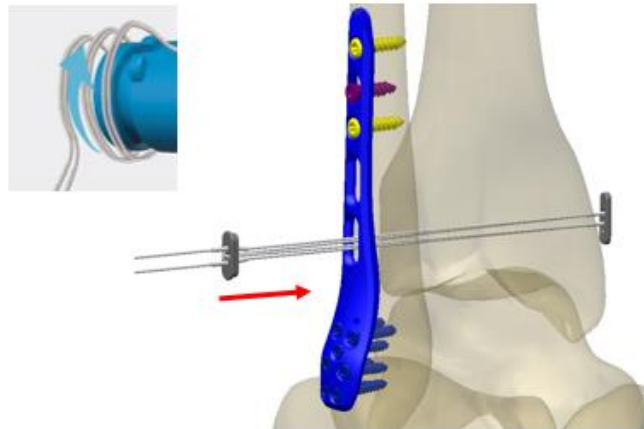

Figura 5
5. Desenrole o fio do final do cabo e retire o aplicador do furo. Posicione o button no oblongo da placa ou diretamente no osso caso não seja utilizado a fixação da placa (figura 5).